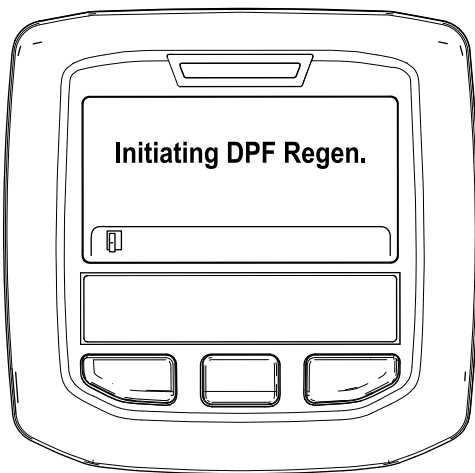

Figura 38
A. Aparece el mensaje “Iniciando regeneración del FPD” (Figura 38).